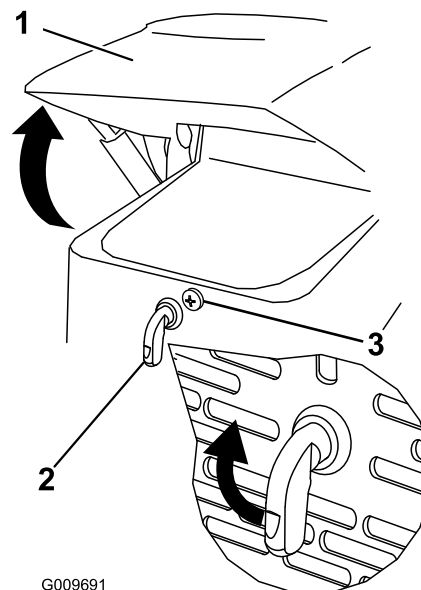

Рисунок 30
- Ослабьте запорный винт капота (Рисунок 30)
- Поверните защелку капота по часовой стрелке (Рисунок 30).
- Откиньте капот вверх (Рисунок 30).
3. Затяните запорный винт капота, чтобы закрепить защелку (Рисунок 30).